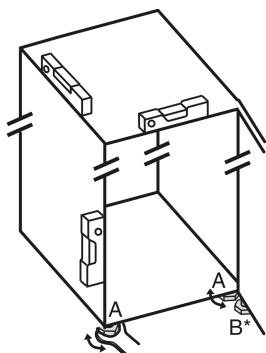

Fig. 4
- ▶ Dévisser les pieds réglables Fig. 4 (A) avec la clé plate fournie et utiliser un niveau à bulle pour vérifier que l'appareil est bien plan.
- ▶ Dévisser le pied réglable Fig. 4 (B) du support de palier avec la clé plate fournie jusqu'à ce qu'il touche le sol.
- ▶ Tourner le pied réglable Fig. 4 (B) de 90° supplémentaires.